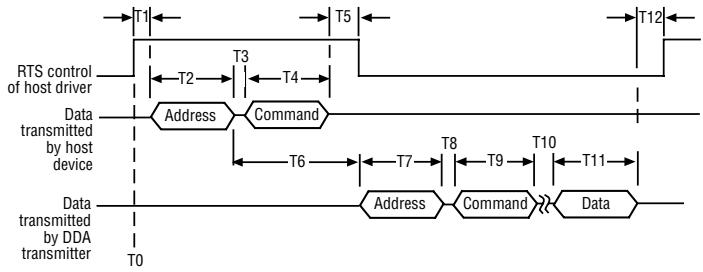

图5: 网络协议定时信息
网络协议定时序列（询问序列）显示在图5中。数据传输序列的这个时间行图示还含有RS-485通信卡主机控制的信息，并说明如何通过RTS控制线启用驱动器。
许多可用于主机设备的通信卡（线路驱动器）使用特殊的控制线输入来控制RS-485驱动器的启用和禁用。通常，此输入连接到计算机RTS或DTR通信端口控制线。通过软件控制，计算机可以通过切换RTS或DTR信号线来控制驱动器的状态。这种控制方法实例如图所示（图5）。根据设备制造商，也支持其他控制方式。
1. 当主机启用其RS-485驱动器来传输地址/命令字节时，序列开始（参见图5中的时间行“T0”）。